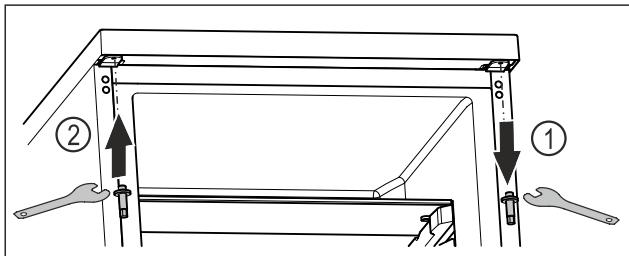

Fig. 18
- Vyskrutkujte čap vonkajším kľúčom na šesthrannú maticu. Fig. 18 (1)
- Zaskrutkujte čap na opačnú stranu vonkajším kľúčom na šesthrannú maticu. Fig. 18 (2)